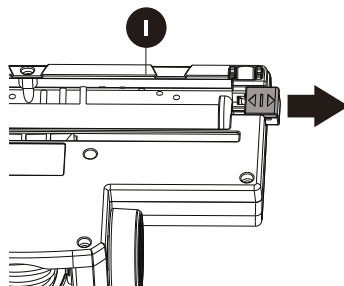

Рисунок 1
1. Переверните турбощётку (I), чтобы получить доступ к валику. Сдвиньте флажок со стрелками вправо. (Рисунок 1)